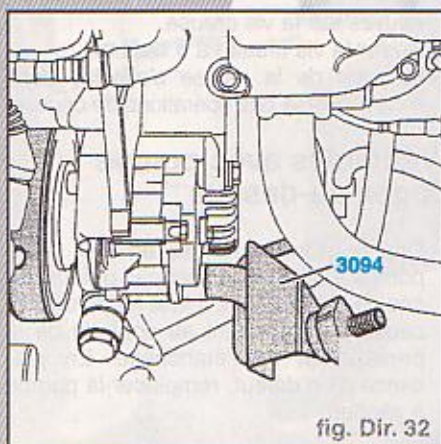
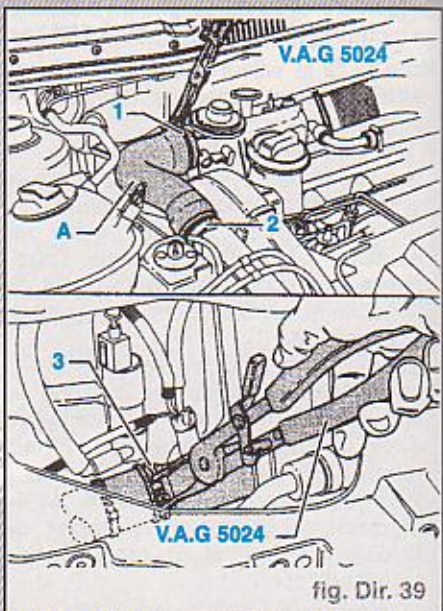

fig. Dir. 32
fig. Dir. 39
- Étrangler la conduite d'aspiration à l'aide de la pince pour flexible **3094** (fig. Dir. 32).
- Détacher les colliers à lame-ressort (1),
(2) et (3) (fig. Dir. 39).
- Déposer le flexible d'aspiration (A) et le tuyau d'aspiration.
- Etrangler le flexible d'aspiration avec les pinces pour flexibles 3094 (fig. Dir. 32).
- Ouvrir le collier à lame-ressort (3) et débrancher le flexible d'aspiration (fig. Dir. 39).